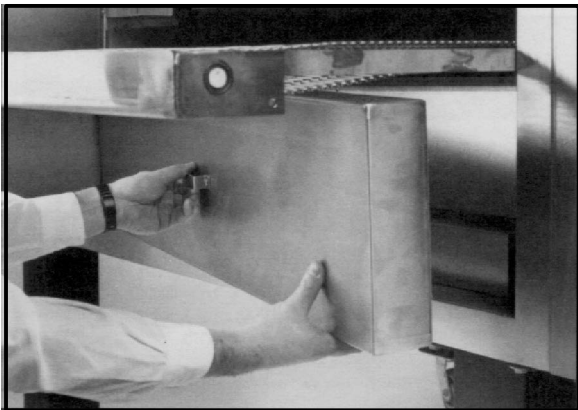

Figure 10
2. Installez les arrêteur inférieur aux deux extrémités du four. Voir Figure 10.